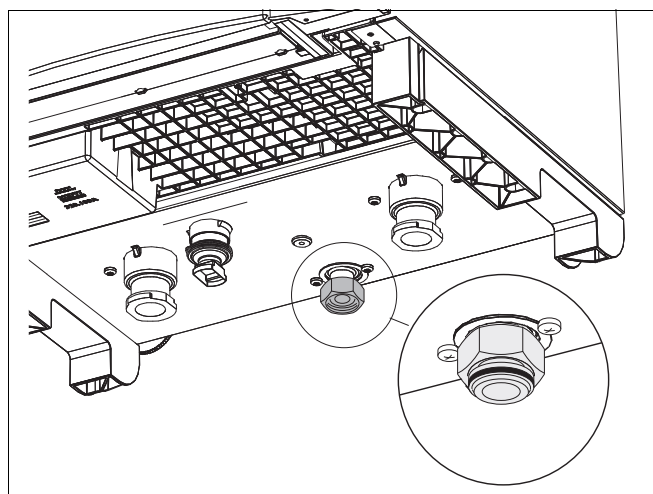

Рис. 12 Резиновое уплотнение
- Следите за тем, чтобы резиновое уплотнение, предварительно установленное на заводе, находилось в резьбовом соединении (со стороны котла) (рис. 12, лупа).